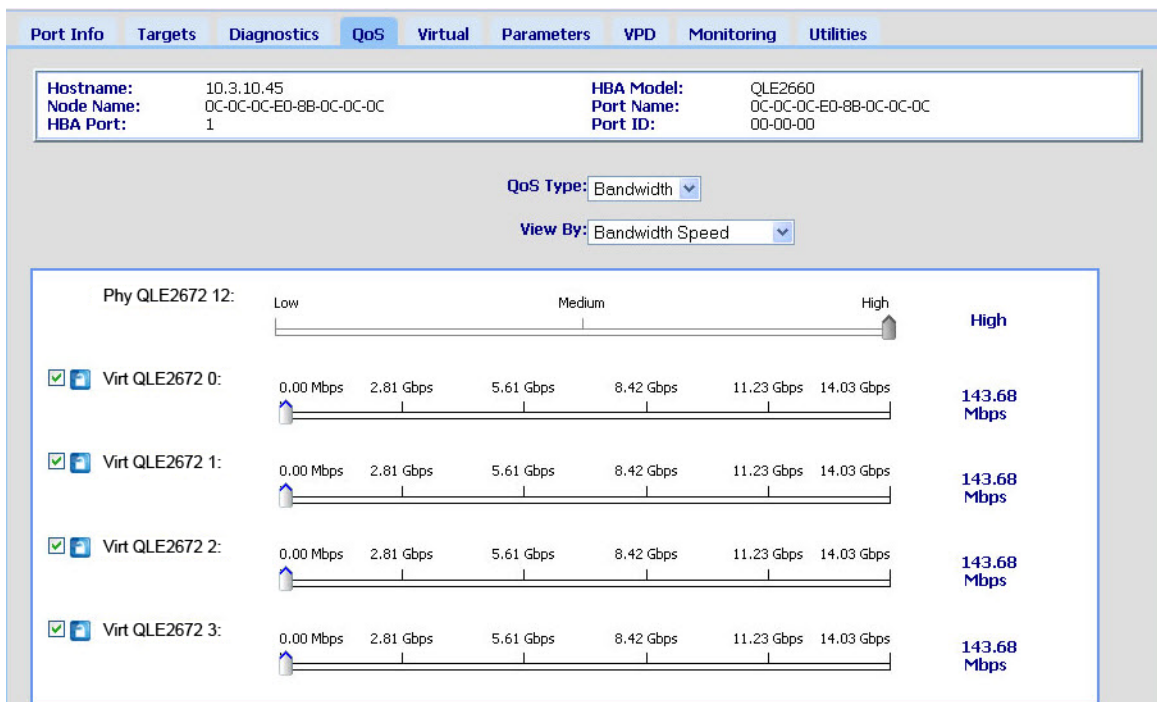

Ilustración 3-9. Configuración de la QoS por la velocidad del ancho de banda
- Mueva el control deslizante para seleccionar la velocidad de ancho de banda, tal como se muestra en Ilustración 3-9.